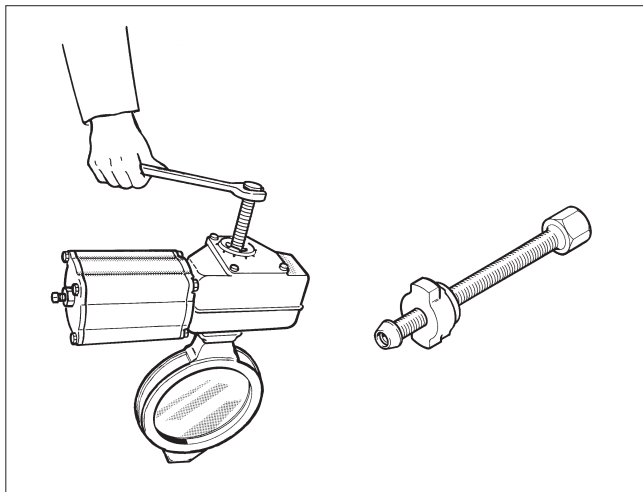

Fig. 17 Dépose d'un actionneur B1
- Détachez l'actionneur de la vanne à l'aide d'un extracteur approprié. L'outil spécifique peut être commandé auprès du fabricant (Cf. Fig. 17).